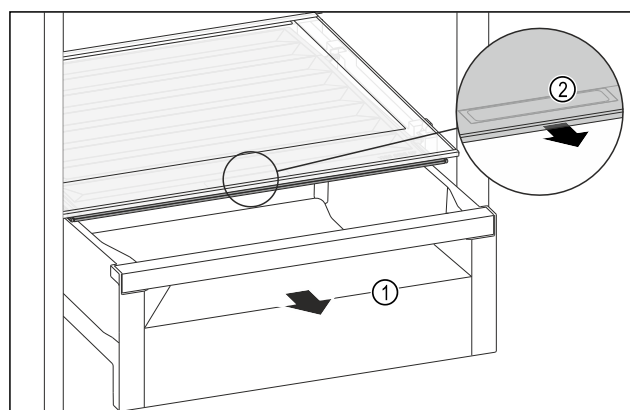

Fig. 121
► Extrageți sertarul Fig. 121 (1).
► Prindeți mânerul încadrat Fig. 121 (2) de la capacul compartimentului și trageți concomitent capacul compartimentului spre partea frontală.